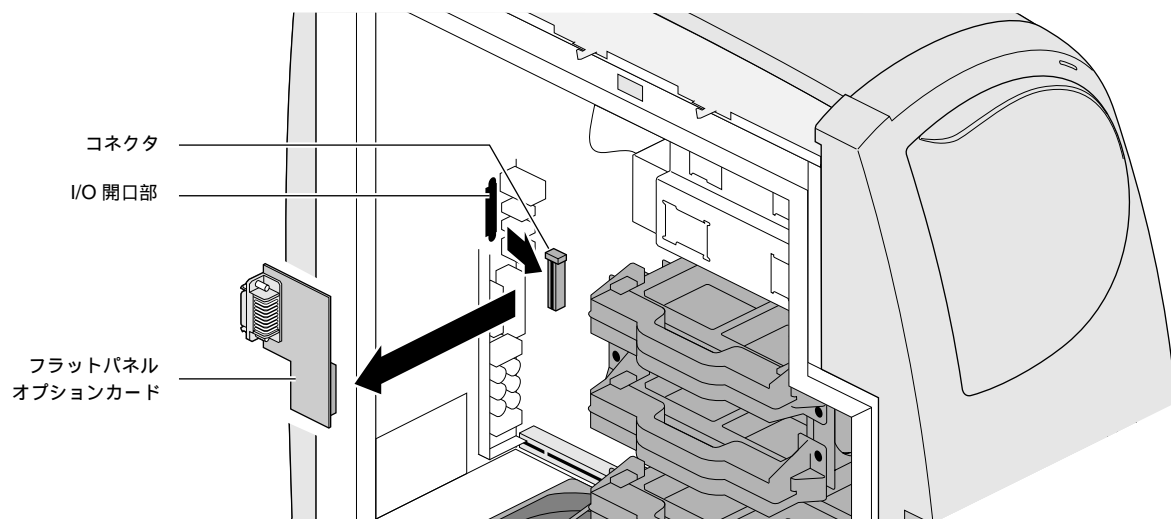

図 5-13 フラットパネルオプションカードの取り外し
9. フラットパネルオプションカードを手前に引き出し、システムボードから取り外します (図 5-13)。